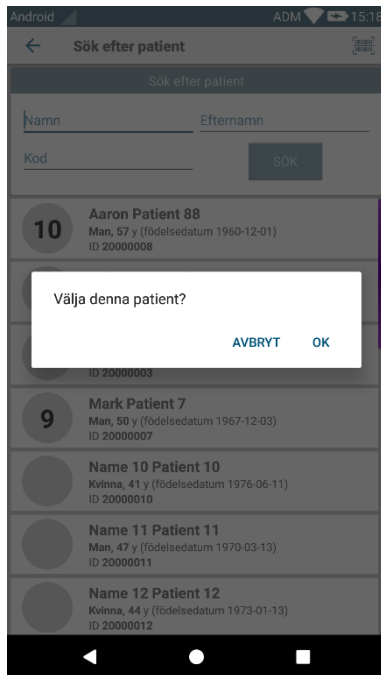

Fig. 29
- Tryck på rutan som motsvarar en patient för att välja patienten. Bekräftelse av användaren krävs (Fig. 29).